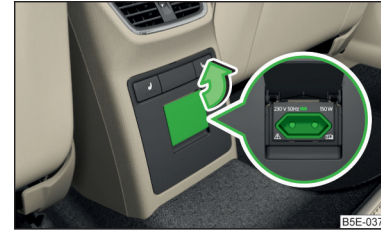

Abb. 93
- Zum **Gebrauch** die Abdeckung der Steckdose in Pfeilrichtung aufklappen » Abb. 93 und den Stecker des elektrischen Verbrauchers in die Steckdose stecken.